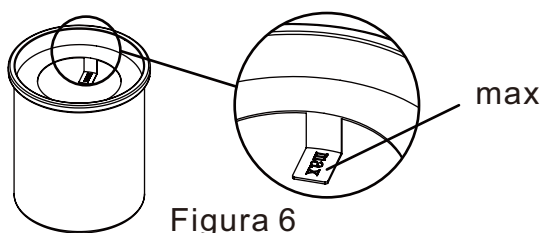

Figura 6
- Non riempire la pentola del bruciatore a un livello superiore all'indicatore "max" (vedere Figura 6).